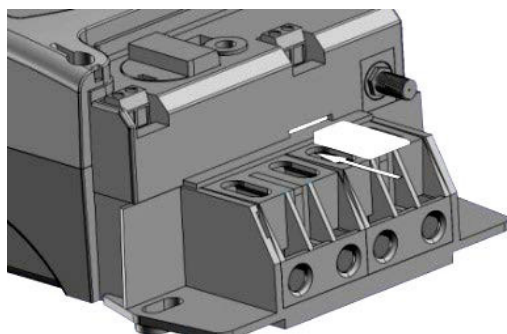

Рисунок 4.6 – Установка SIM-карты и расположение антенного разъема
- Установить/извлечь SIM-карту (рисунок 4.6).